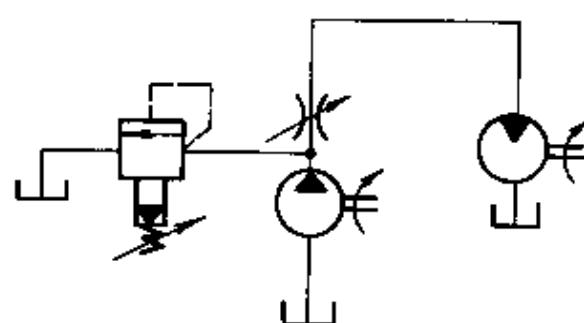

图 7-47 液压泵—液压马达系统
**例 13** 在图 7-47 中，已知液压泵的排量  $V_p = 100 \text{mL/min}$ ，转速  $n_p = 1500 \text{r/min}$ ，容积效率  $\eta_V = 0.92$ ，溢流阀的调整压力